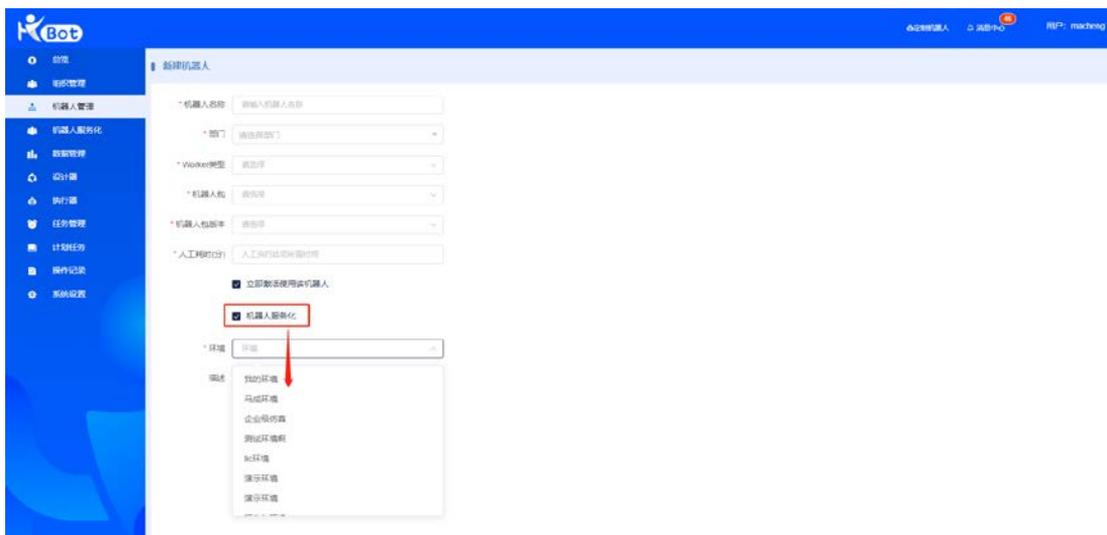

图 32
- 机器人服务化选项：默认为非勾选状态。如果对此选项点击勾选，表示此新建的机器人加入机器人服务化中的机器人授权，可以提供给其他第三方平台进行使用。勾选机器人服务化功能后，还需要选择相对应的机器人执行环境，如图 32.